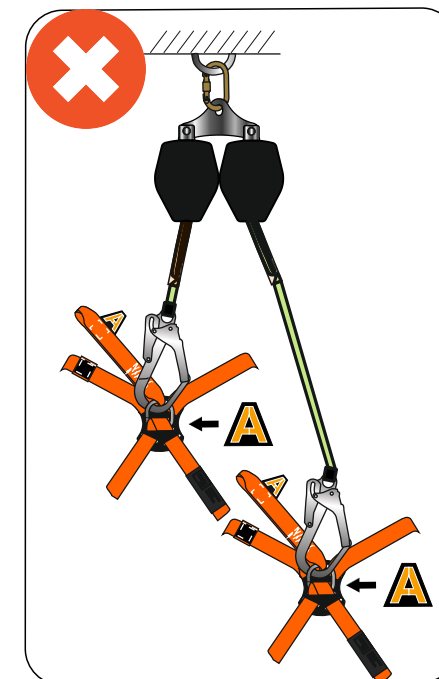

рис. 6
- присоединять к двухплечевому СЗВТ более одного пользователя (рис. 6).